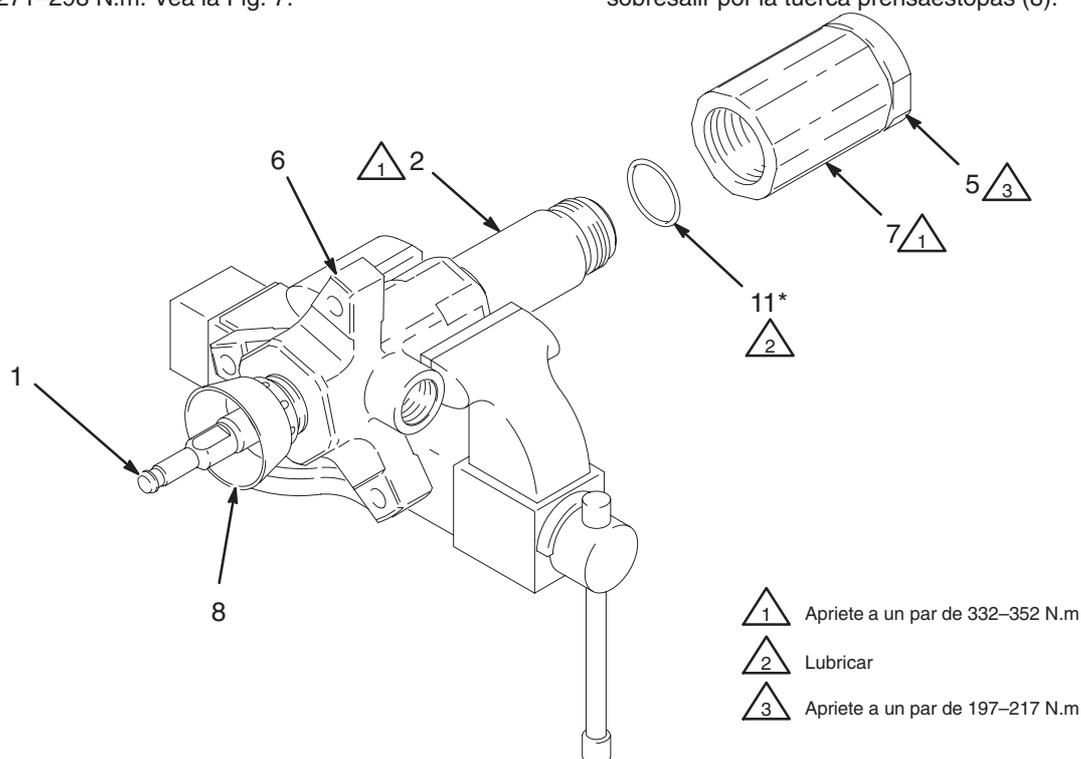

Fig. 8
5. Lubrique la rosca de la tuerca prensaestopas (8) e instálela, sin apretarla demasiado, en el alojamiento de salida (6).
6. Lubrique las empaquetaduras del pistón. Introduzca la base de la varilla (1) y el conjunto del pistón en el cilindro (2). Dado que el cilindro es simétrico, cualquiera de los lados puede estar dirigido hacia arriba. Utilice un martillo de goma para introducir la varilla en el cilindro, hasta que el alojamiento de asiento del pistón (10) llegue al centro del cilindro.
7. Instale la junta (11*) en la parte superior del cilindro (2). Lubrique la junta y las roscas de la parte superior del cilindro.
8. Coloque el alojamiento de salida (6) en un torno de banco, como indica la Fig. 8. Deslice la base de la varilla (1) introduciéndola en el alojamiento de salida, y después enrosque a mano el cilindro (2) en el alojamiento de salida. Se enroscará fácilmente hasta que la junta (11*) entre en contacto con la superficie de sellado del alojamiento de salida. La parte superior de la varilla debe sobresalir por la tuerca prensaestopas (8).
11. Instale la junta (11*) en la parte inferior del cilindro (2). Vea la Fig. 8. Lubrique la junta y las roscas del cilindro. Enrosque a mano el alojamiento de admisión (7) en el cilindro. Enrosque a mano el alojamiento de admisión en el cilindro. Se enroscará fácilmente hasta que la junta entre en contacto con la superficie de sellado del alojamiento de admisión.
12. Utilice una llave de tubo para apretar la válvula de admisión (7) a un par de 332–352 N.m. Al hacerlo, también se apretará el cilindro (2) en el alojamiento de salida (6). Vea la Fig. 8.
13. Usando una pata de gallo de 2–3/4 pulg. o una llave de tubo, apriete la válvula de admisión (5) a un par de 197–217 N.m.
14. Apriete la tuerca prensaestopas (8) a un par de 61–75 N.m.